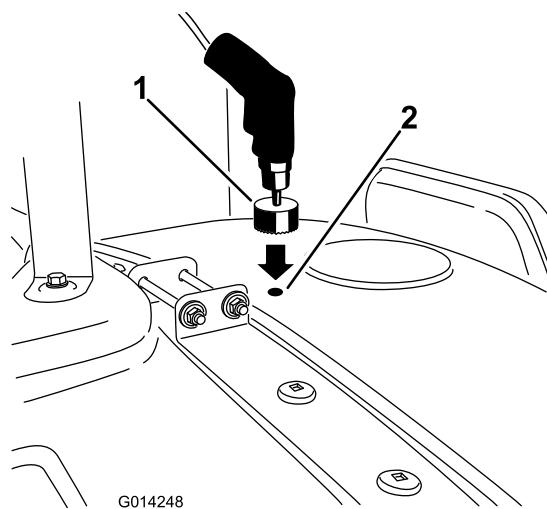

Figura 13
7. Portatevi sul segno di foratura davanti al coperchio del serbatoio e ripetete la procedura per praticare il foro anteriore (Figura 13).